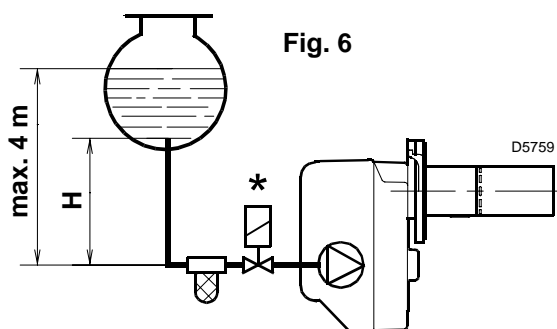
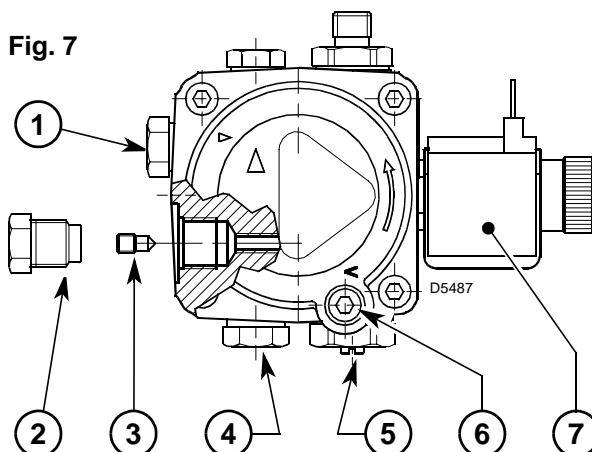

Fig. 6
Fig. 7
- De pomp is voorzien voor een werking met twee leidingen. Draai bij één leiding de koppeling van de terugloopleiding (2) los, verwijder de by-pass schroef (3) en draai de koppeling (2) opnieuw aan, (raadpleeg fig. 7).
Bij een installatie zoals in fig. 6, de vacuümmeteraansluiting (6, fig. 7) losdraaien tot er brandstof ontsnapt.